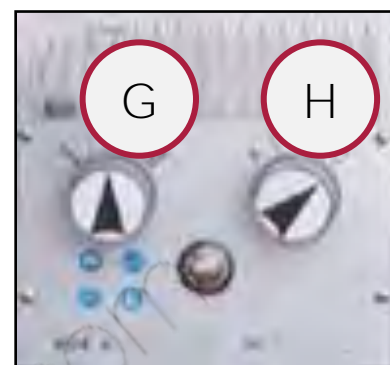

Figura 16 – Selettori rotativi.
La selezione delle diverse velocità avviene attraverso 2 selettori rotativi a manopola che comandano il cambio di velocità ad ingranaggi (rif. G, H in Figura 16).
2. Posizionare le manopole degli avanzamenti come indicato nel paragrafo 9.2.1 (Figura 16).